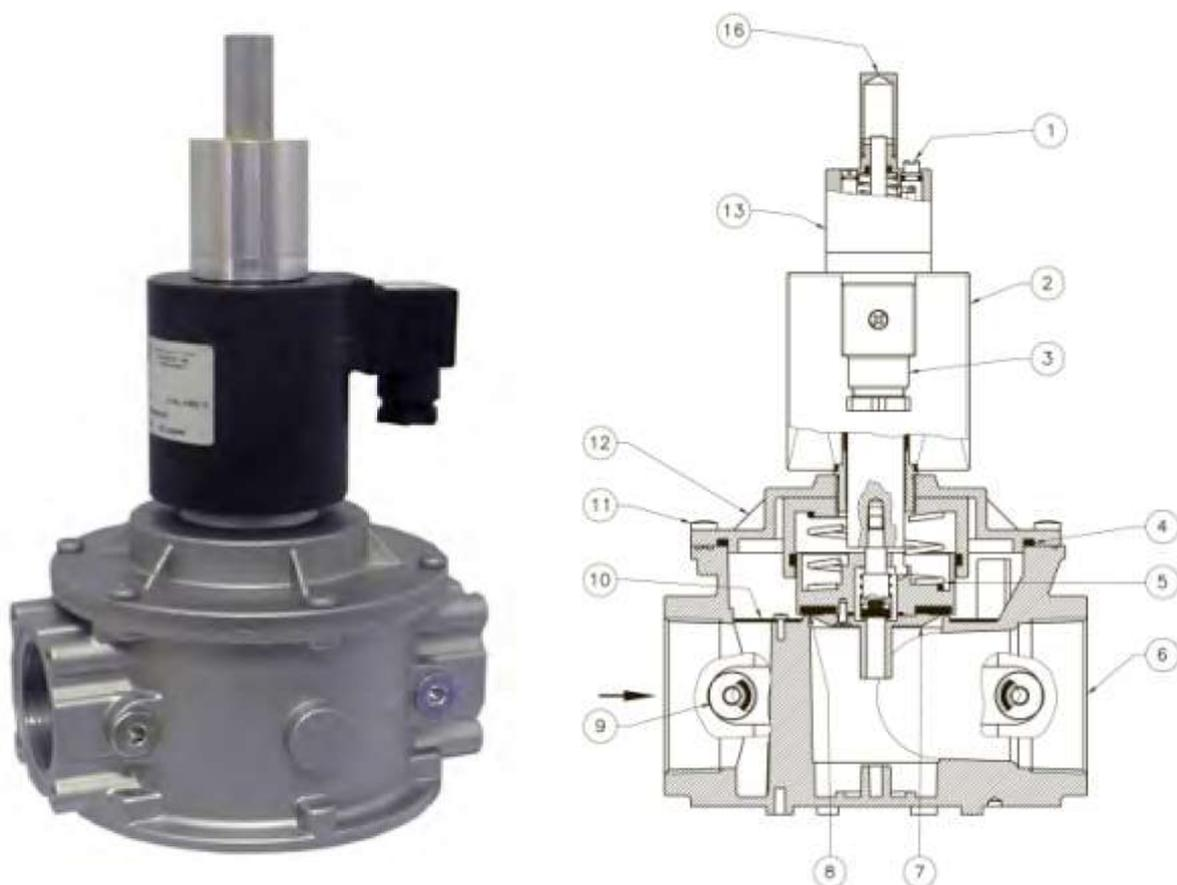

Рис. 2
Клапан рис. 2 состоит: винт регулировки скорости открытия (1); электромагнитная катушка (2); электрический коннектор (3); прокладка (4); пружина (5); корпус (6); затвор (7); манжета затвора (8); заглушка (9), фильтрующая сетка\* (10); винт (11), крышка (12), гидравлический тормоз (13), колпачок тормоза (16).